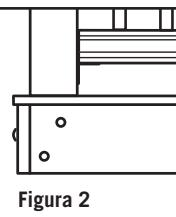

Figura 2
Paso 3: Coloque y aplome con un nivel y asegure el poste del barandal sobre la cara interior de la viga. Nivele de nuevo. El poste de barandal de 4x4 deberá atornillarse al interior de las vigas usando dos pernos de cabeza redonda galvanizados de 1/2"x6". Los postes de esquinas usan un tercer perno de cabeza redonda insertado a través de la viga adyacente (Figura 2).